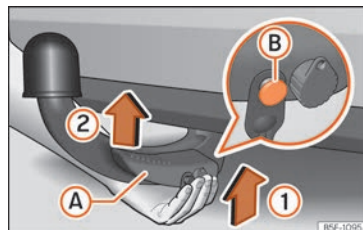

Abb. 172 Anhängerkupplung anbringen Schritt 1
- Die Anhängerkupplung **von unten** und der Pfeilrichtung » Abb. 172 ① folgend in die deren Aufnahme einsetzen, bis sie hörbar einrastet » △.
Der Hebel »» **Abb. 172** **A** dreht sich **automatisch** in Pfeilrichtung **2** nach oben und der Entriegelungsbolzen **B** kommt heraus (sein rot-grüner Teil ist sichtbar) »» **A**.
- Beim Befestigen der Anhängerkupplung nicht mit den Händen in den Hebel fassen, um ein Einklemmen der Finger zu vermeiden »» **Abb. 172** **A**.